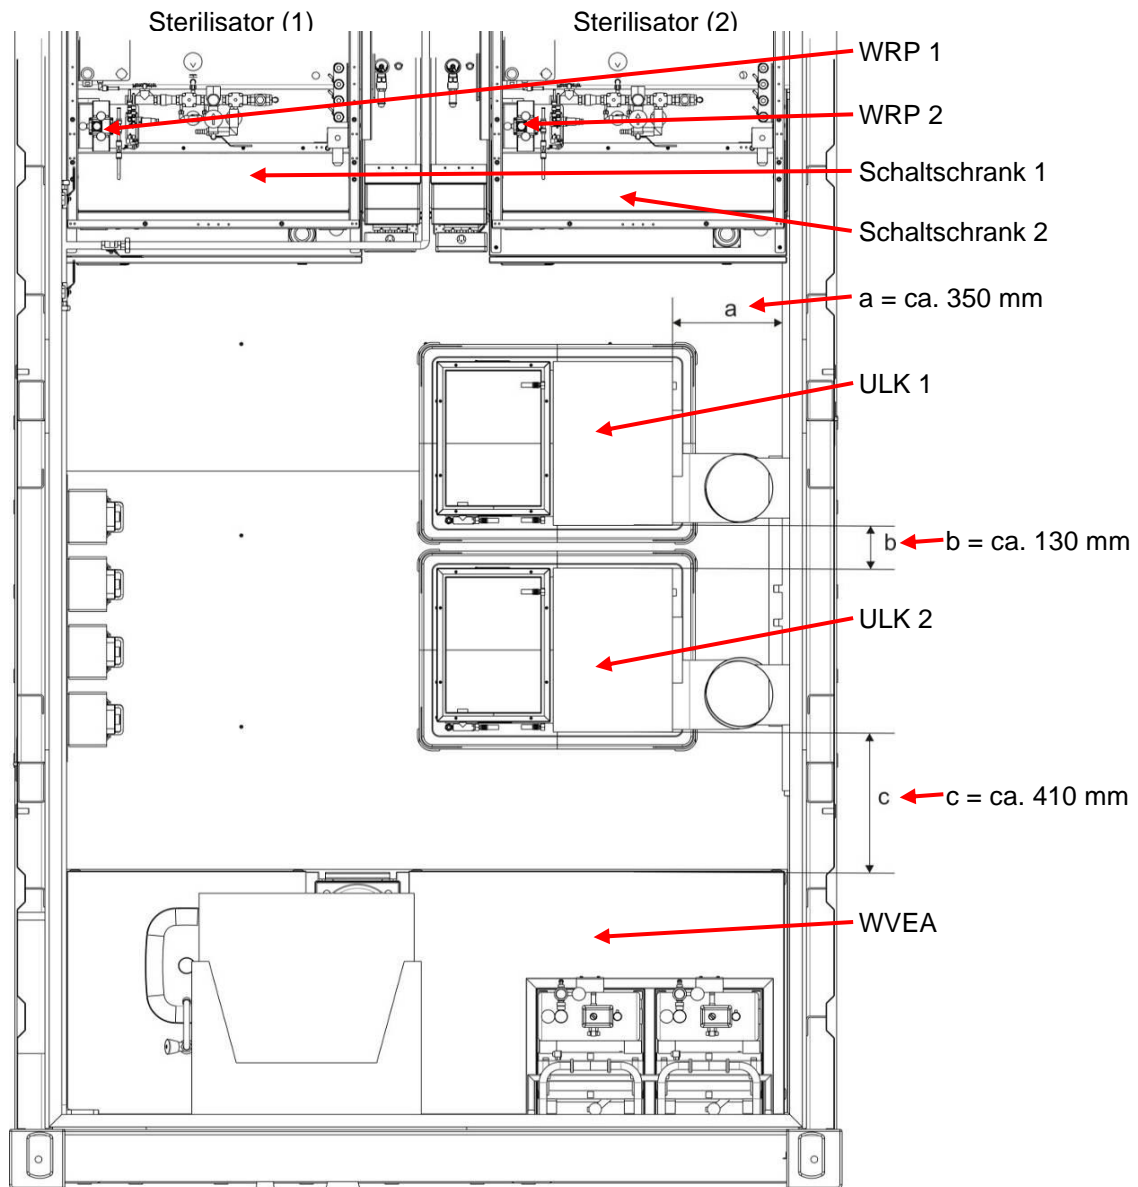

Abb. 2: Aufstellplan mit Maßen
Im Sterilisationsmodul EinsLaz werden zwei Umlaufkühler 2000/20 aufgestellt und an jeweils einen Sterilisator VARIOKLAV® ECO 300 HC angeschlossen (siehe Abb. 2:).
- ◆ Positionieren Sie zunächst den ULK 2, dann den ULK 1 gemäß Aufstellplan Abb. 2: